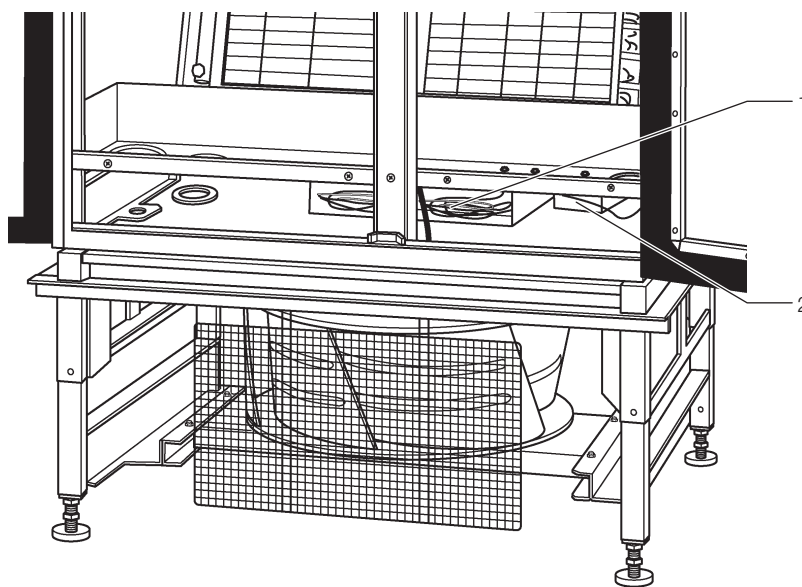

Abb. 9: Elektroheizung und Sicherheitsthermostat (Optionen) (hier: Ausführung CW)
- Die beiden Schrauben der Elektroheizung (Abb. 9, Pos. 1) (Option) lösen, Anschlussleitung im Elektroteil abklemmen (siehe Schaltplan) und Elektroheizung herausnehmen.
- Die beiden Schrauben des Sicherheitsthermostats (Abb. 9, Pos. 2) (Option bei Elektroheizung) lösen, Anschlussleitung im Elektroteil abklemmen (siehe Schaltplan) und Sicherheitsthermostat herausnehmen.